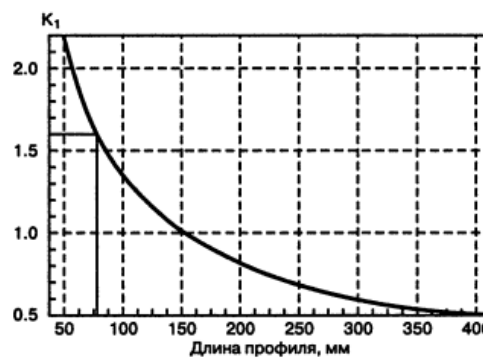

Рис. 10.5. Поправочный коэффициент на длину радиатора
- длину радиатора - рис. 10.5.
Допустим, что в нашем распоряжении имеется большое количество готовых радиаторов, имеющих периметр сечения 1050 мм и длину 80 мм. По графику (рис. 10.5) определим поправочный коэффициент K_L на длину радиатора: